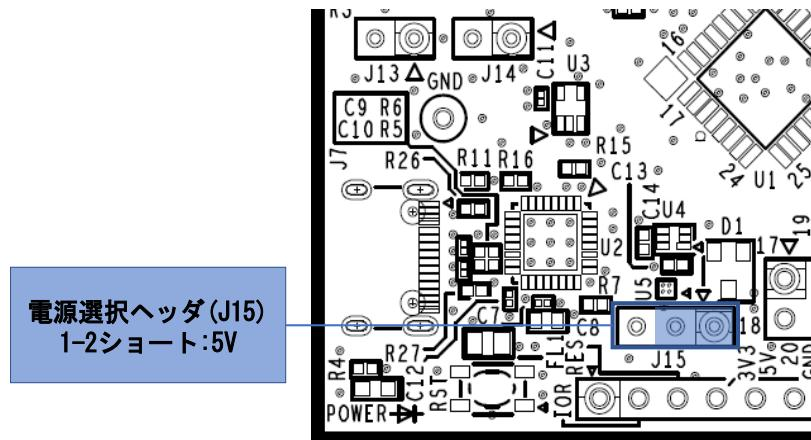

図 5-5: 5V 使用時のヘッダ設定(部品面)
- ・ J15 1-2 ショート : 5V 電源を選択。出荷時初期設定。(図 5-5)